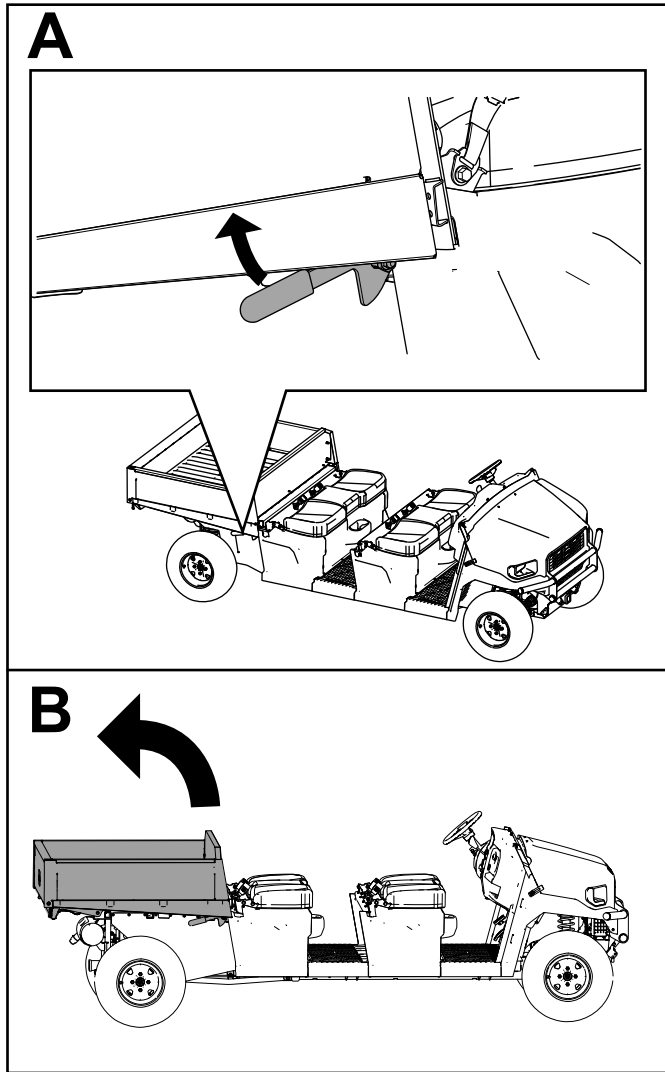

Bild 30
1. Heben Sie die Ladefläche an (Bild 30).